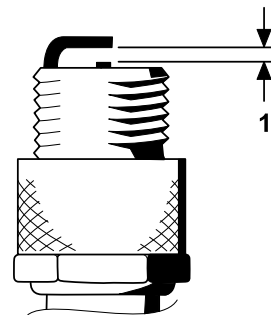

図 42
4. 図 42 のように、電極間のエアギャップを 0.76 mm に調整する。